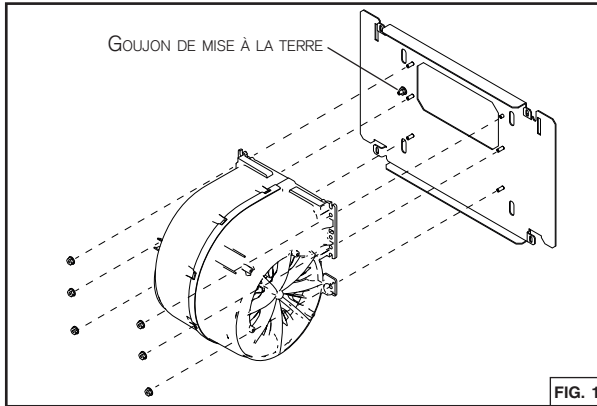

FIG. 1
1. Établir où le conduit passera entre le revêtement de la hotte et l'extérieur (FIG. 1).